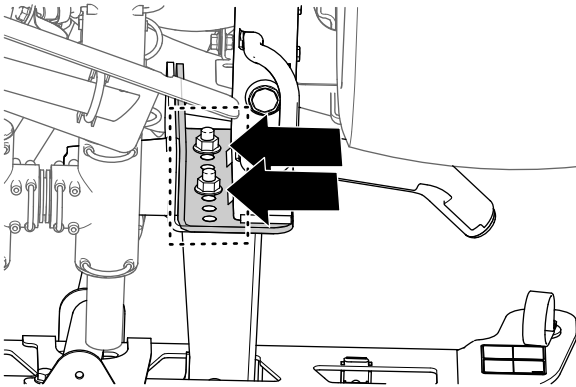

Figura 46
3. Utilice un trozo de cinta para marcar los orificios donde los 4 pernos con arandela prensada ($\frac{1}{2}$ " x $1\frac{1}{4}$ ") y las 4 tuercas con arandela prensada ($\frac{1}{2}$ ") sujetan los soportes de la sección de fumigación central a la placa de montaje de la máquina (Figura 46).